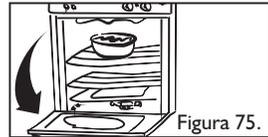

Figura 75.
- Abra la puerta del horno e introduzca el alimento que se desea gratinar, ubicándolo en la zona localizada exactamente debajo de la resistencia de gratinado (Ver figura 75).